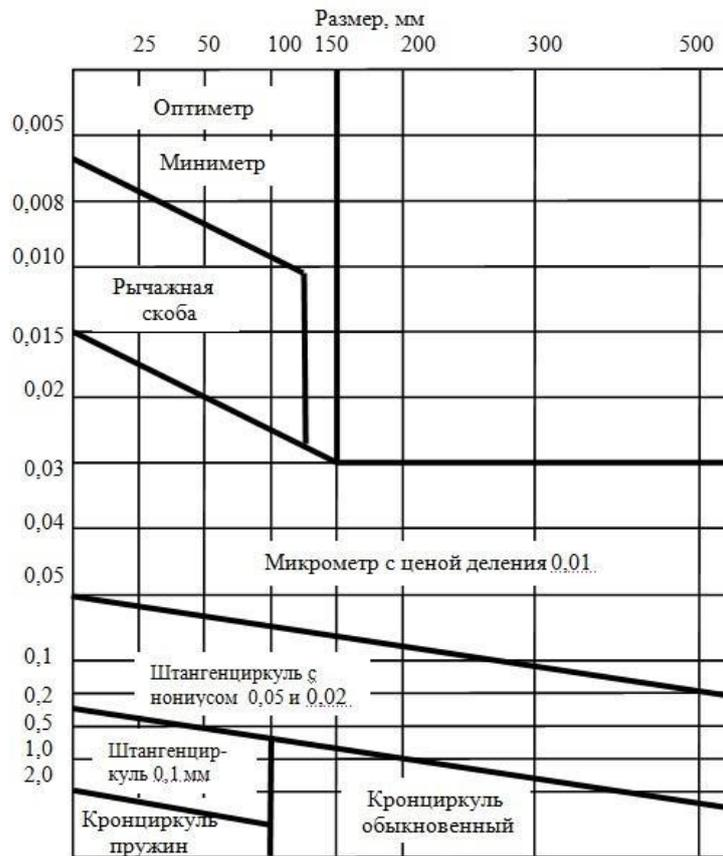

Рисунок 2 - Выбор средств контроля валов
4. Выбрать средства измерения (см. рисунок 2 и 3) для контроля параметров детали (штангенциркуль, микрометр, рычажная скоба, индикаторный нутромер) и указать их метрологические характеристики (предел измерения, цену деления и предельную погрешность СИ) (см. приложение 3).